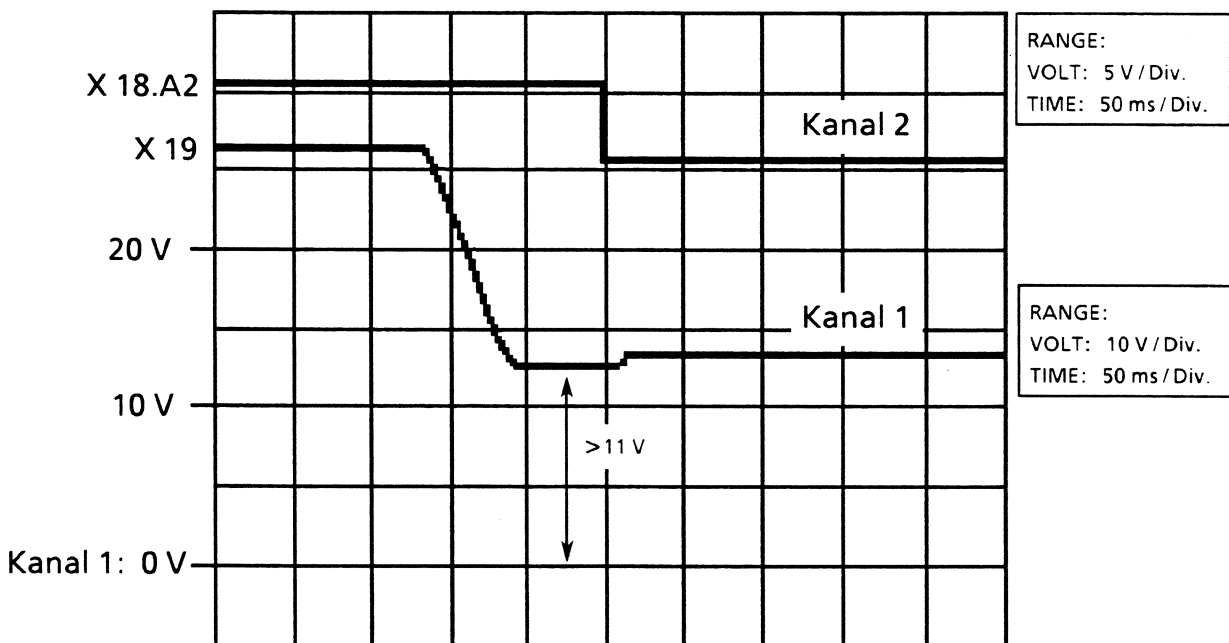

Bild 7-19 Spannungsverlauf an X19 bei Umschaltung von Netz- auf Akkumulatorbetrieb
- ▶ Spannungsverlauf an X19 am Oszilloskop (Bild 7-19) prüfen.